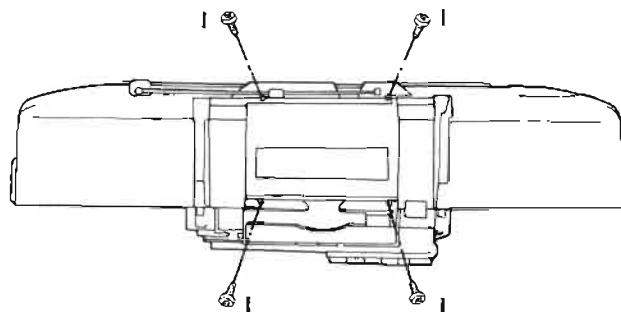

Abb. 14 Fig. 14
8. Gehäuseoberteil abnehmen (Abb. 14, 15)
- 4 Schrauben **l** herausdrehen (Abb. 14).
8. Removal of the Upper Cabinet (Figs. 14, 15)
- Remove the 4 screws **l** (Fig. 14).